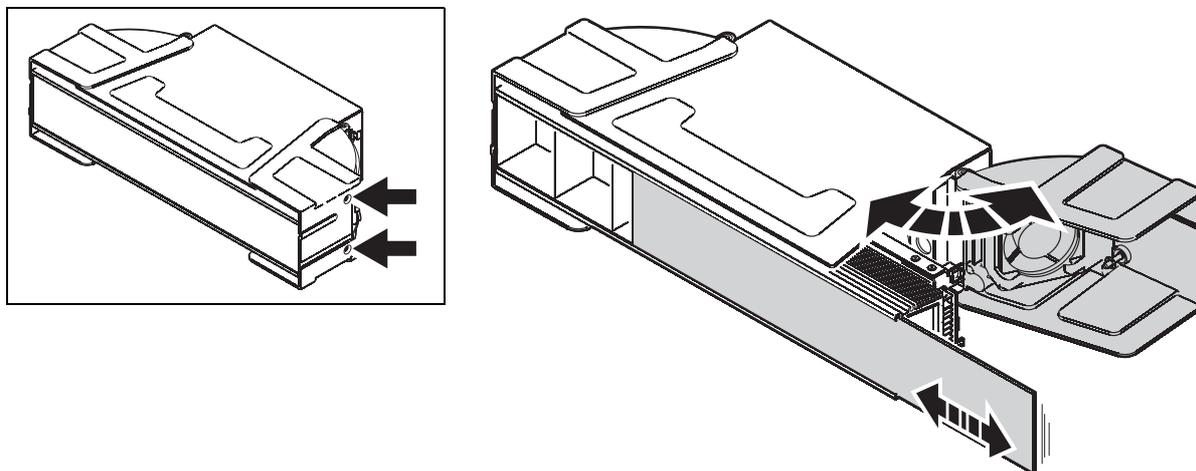

Bild 6: Installieren und Entfernen des Diffusors
2. Siehe Bild 6. Lösen Sie die zwei markierten Schrauben an der Halteleiste und öffnen Sie die Leiste.